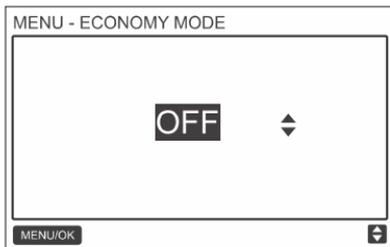

Abb. 64: ECONOMY MODE (Sparmodus) einstellen
Stellen Sie durch Drücken der Tasten ERHÖHEN ▲ oder VERRINGERN ▼ ein, ob der Sparmodus eingeschaltet (ON) oder ausgeschaltet (OFF) sein soll, wie in Abb. 64 gezeigt.